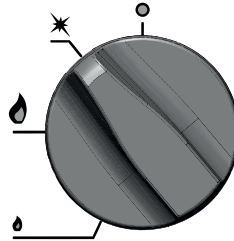

Figure 9. Réglage de la manette dans laquelle seul le brûleur de commande est alimenté au gaz.
- Tout en appuyant sur la manette tournez-la vers l'emplacement « brûleur de commande » comme sur la Figure 9 (dans le sens anti-horaire)
- Lorsque vous n'utilisez pas le brûleur tournez la manette le commandant vers la position « brûleur de commande » (Fig. 9).